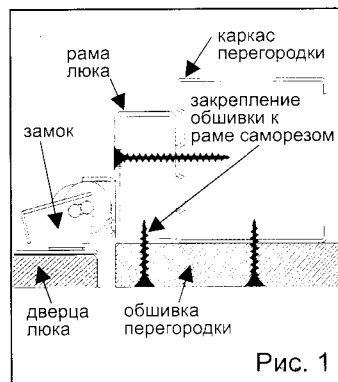

Рис. 1
**При установке в перегородку каркасно-листовой конструкции** (гипсокартон, гипсоволоконная панель и т.д.), закрепите раму люка в каркас перегородки саморезами. Дополнительно прикрепите саморезами листы обшивки перегородки к раме люка (Рис. 1).